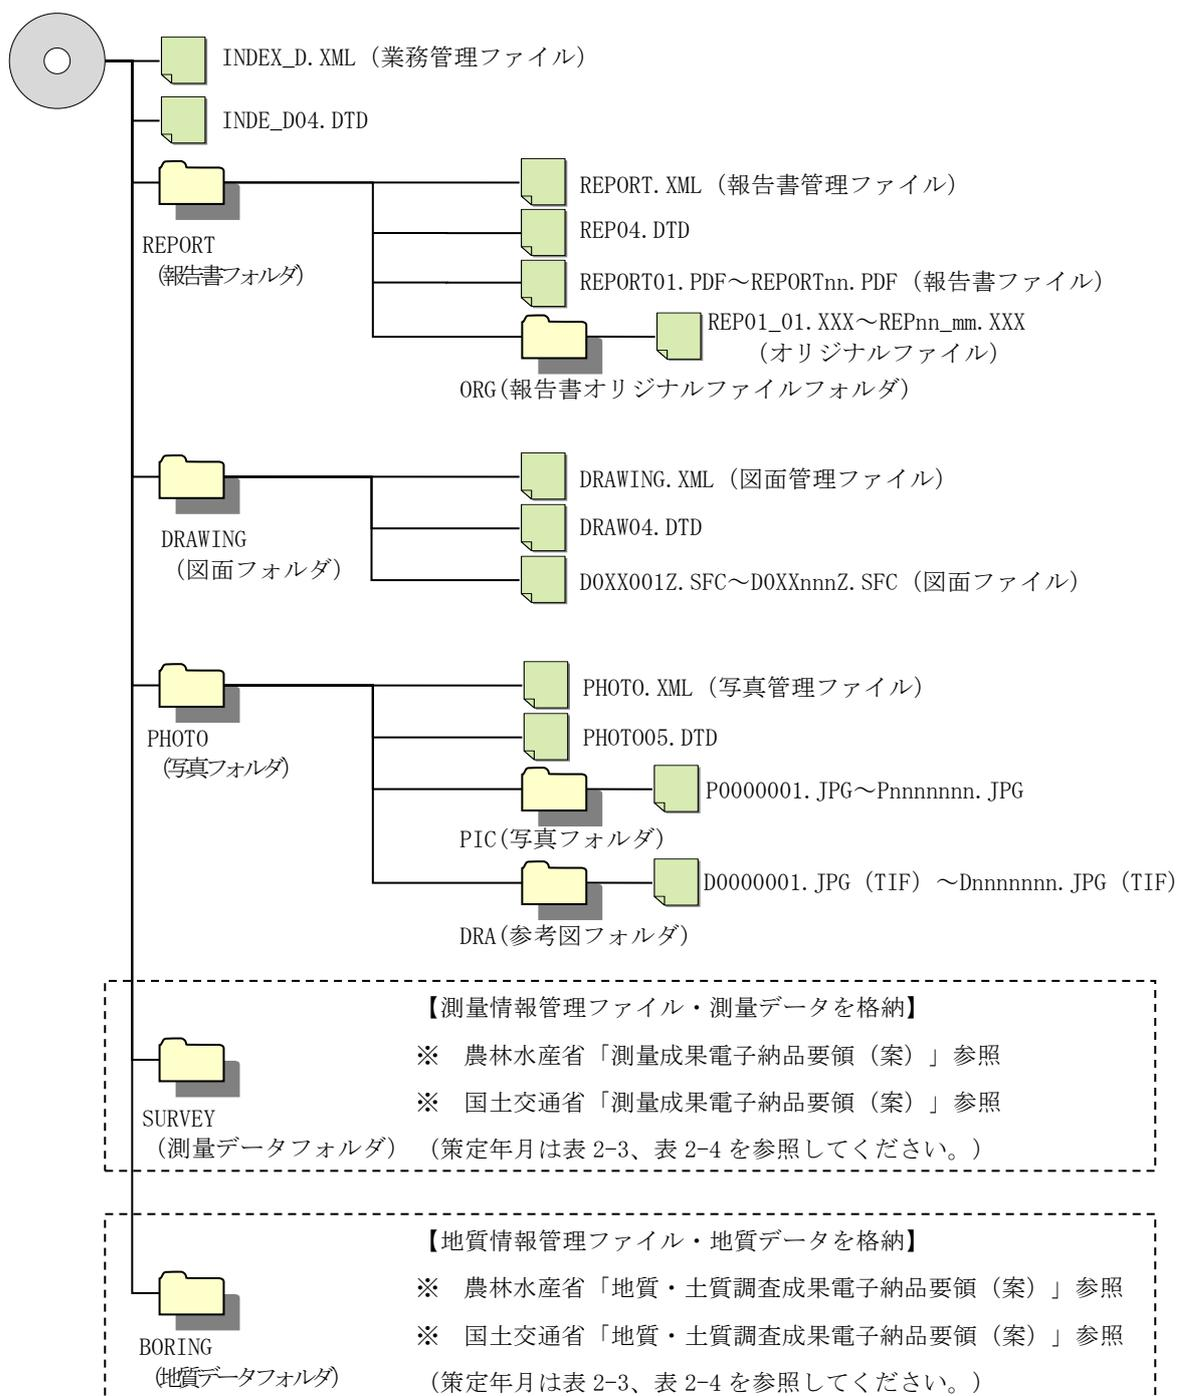

図4-1 フォルダ構成図
- ・電子成果品は、農林水産省・国土交通省の要領・基準類に準拠し、図 4-1 に示すフォルダ構成を原則とします。